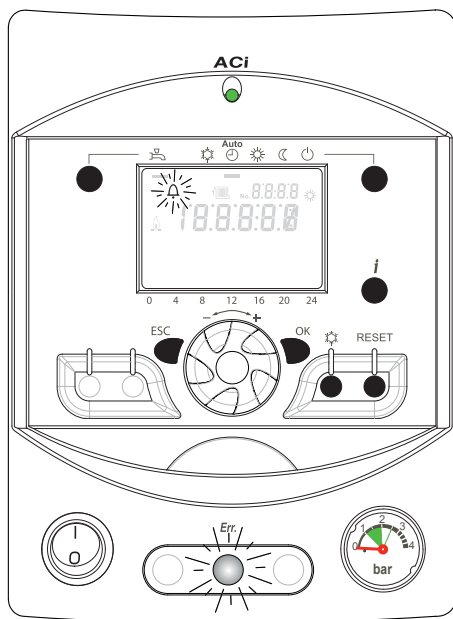

fig. 9 - Signal d'erreur
- Messages d'erreur : L'afficheur indique le symbole "cloche" 🔔 + Voyant "Err." allumé (fig. 9, page 18).